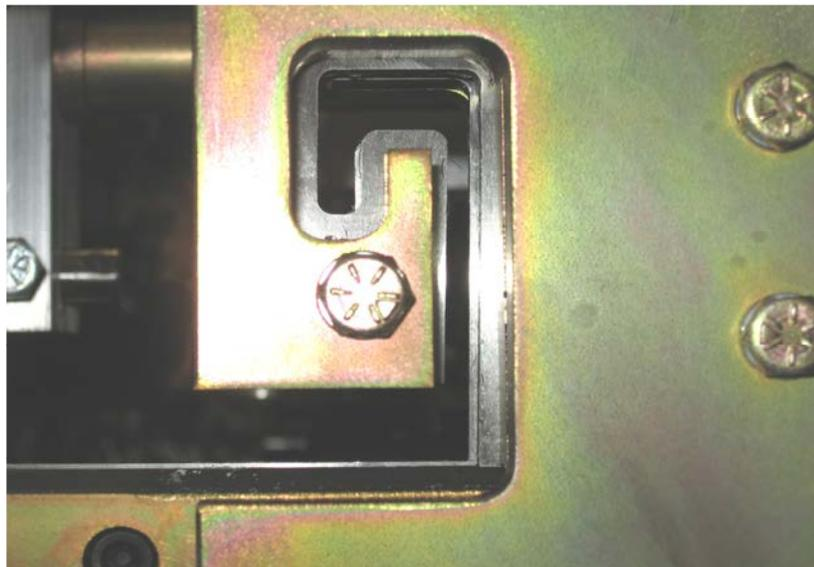

Ilustración 62: Ajuste de Molde de Salida
30. Ajuste los moldes de salida para que estén compensados a las afueras de los moldes de ingreso por aproximadamente 1/64” y luego asegure con dos tornillos “C” (Ilustración 62) en cada ensamble. *Esta compensación es necesaria para que una vez que se realice un corte, el eje principal del panel no se enganche en el molde de salida.*